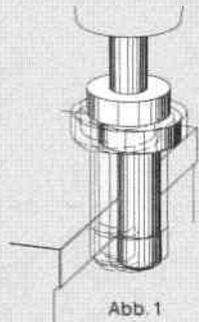

Abb. 1
2. Unteren Teil durch kurzen Fingerdruck in eine leicht exzentrische Lage bringen (Abb. 1).